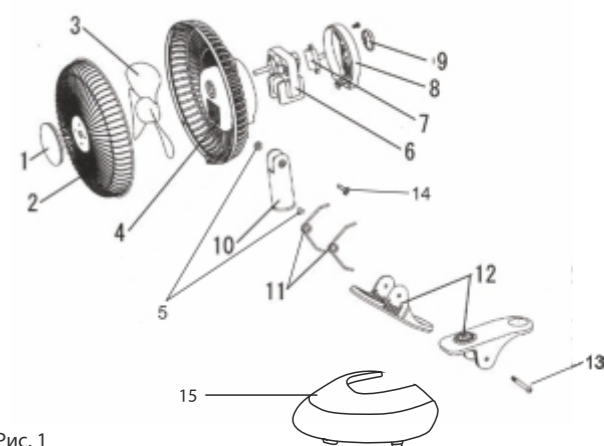

Рис. 1
6. СБОРКА (см. рис. 1)
1. Установите вентилятор в удобном для Вас месте, прикрепив его с помощью клипсы к любому, жестко установленному предмету (например к книжной полке или столешнице). При желании установить прибор на стол или любую другую ровную горизонтальную поверхность, необходимо присоединить подставку 15 (см. рис. 1) к клипсе прибора.